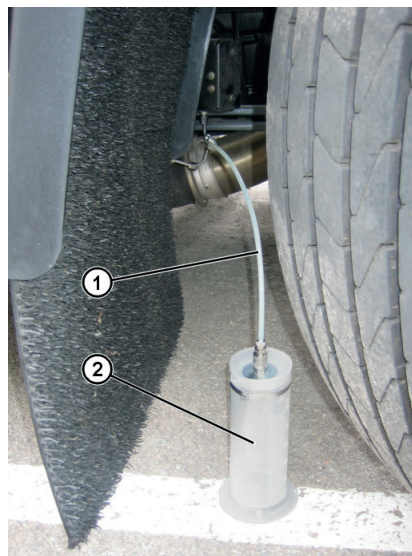

Fig. 6: Mesure de la quantité dosée
5. Raccorder le récipient de mesure (Fig. 6, Pos. 2) à la conduite de pression d'essai (Fig. 6, Pos. 1).